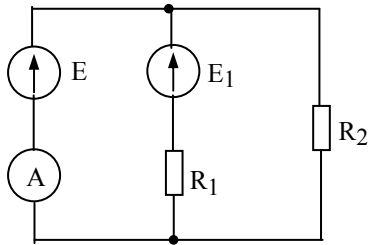

Рис.1.4.4
1.4.4. Определить величину и направление тока через амперметр  $A$  в цепи, собранной по схеме (рисунок 1.4.4), где  $E=6$  В,  $R_1=4$  Ом,  $E_1=4$  В,  $R_2=12$  Ом.